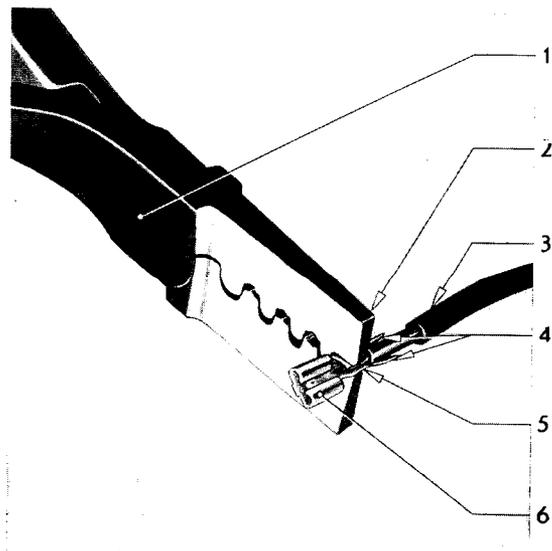

Bild 145 – Lappenden umbiegen
4. Vordere Lappenden (144/5) mit vorderen Backenenden (145/2) des „Quetschboy“ über der abisolierten Kabelader so umbiegen, daß ein Lappen über den anderen zu liegen kommt und keine Adern heraustreten (Bild 145).